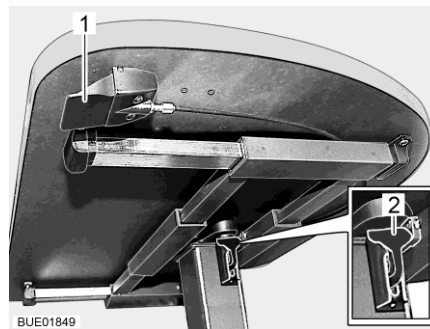

Fig. 39 Tavolo rialzabile con tasto di sblocco
- Tirare o spingere la leva di serraggio (Fig. 39,2) verso il basso.
- Premere verso l'alto la leva di serraggio (Fig. 39,2).
- Premere e tenere premuto il tasto di sblocco (Fig. 39,1). Il piano del tavolo va automaticamente verso l'alto fino al fine corsa.
- Rilasciare il tasto di sblocco (Fig. 39,1). Il piano del tavolo rimane nella posizione selezionata.
- Premere e tenere premuto il tasto di sblocco (Fig. 39,1).
- Rilasciare il tasto di sblocco (Fig. 39,1). Il piano del tavolo rimane nella posizione più bassa.